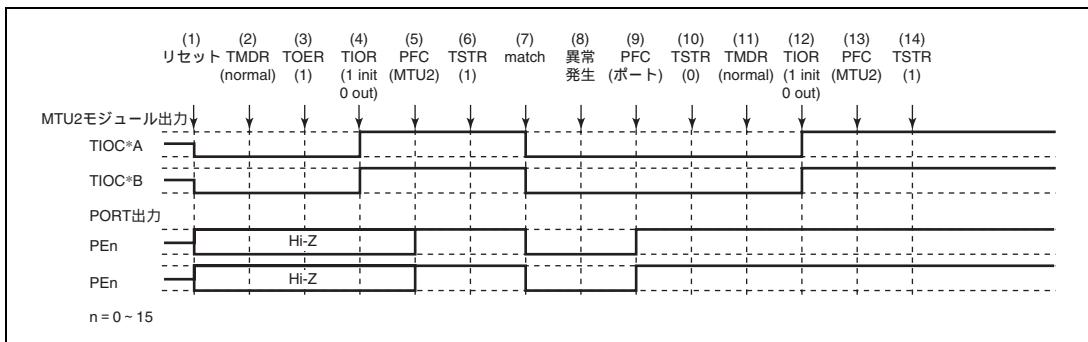

図 11.115 ノーマルモードで異常が発生し、ノーマルモードで復帰する場合
ノーマルモードで異常が発生し、再設定後ノーマルモードで再スタートする場合の説明図を図 11.115 に示します。
(1) ~ (10) は図 11.115 と共通です。
(11) PWM モード 1 を設定します。
(12) TIOR で端子を初期化してください (PWM モード 1 では TIOC*B 側は初期化されません。初期化したい場合はノーマルモードで初期化した後、PWM モード 1 に遷移してください)。
(13) PFC で MTU2 出力としてください。
(14) TSTR で再スタートします。
(11) PWM モード 2 を設定します。
(12) TIOR で端子を初期化してください (PWM モード 2 では周期レジスタの端子は初期化されません。初期化したい場合にはノーマルモードで初期化した後 PWM モード 2 に遷移してください)。
(11) 位相計数モードを設定します。
(12) TIOR で端子を初期化してください。
(11) TIOR でノーマルモードの波形生成部を初期化してください。
(12) TIOR でノーマルモードの波形生成部の動作を禁止してください。
(13) TOER でチャネル 3、4 の出力を禁止してください。
(14) TOCR で相補 PWM の出力レベルと周期出力の許可禁止を選択してください。
(15) 相補 PWM を設定します。
(16) TOER でチャネル 3、4 の出力を許可してください。
(17) PFC で MTU2 出力としてください。
(18) TSTR で再スタートします。
(1) ~ (13) は図 11.115 と共通です。
(14) TOCR でリセット同期 PWM の出力レベルと周期出力の許可禁止を選択してください。
(15) リセット同期 PWM を設定します。